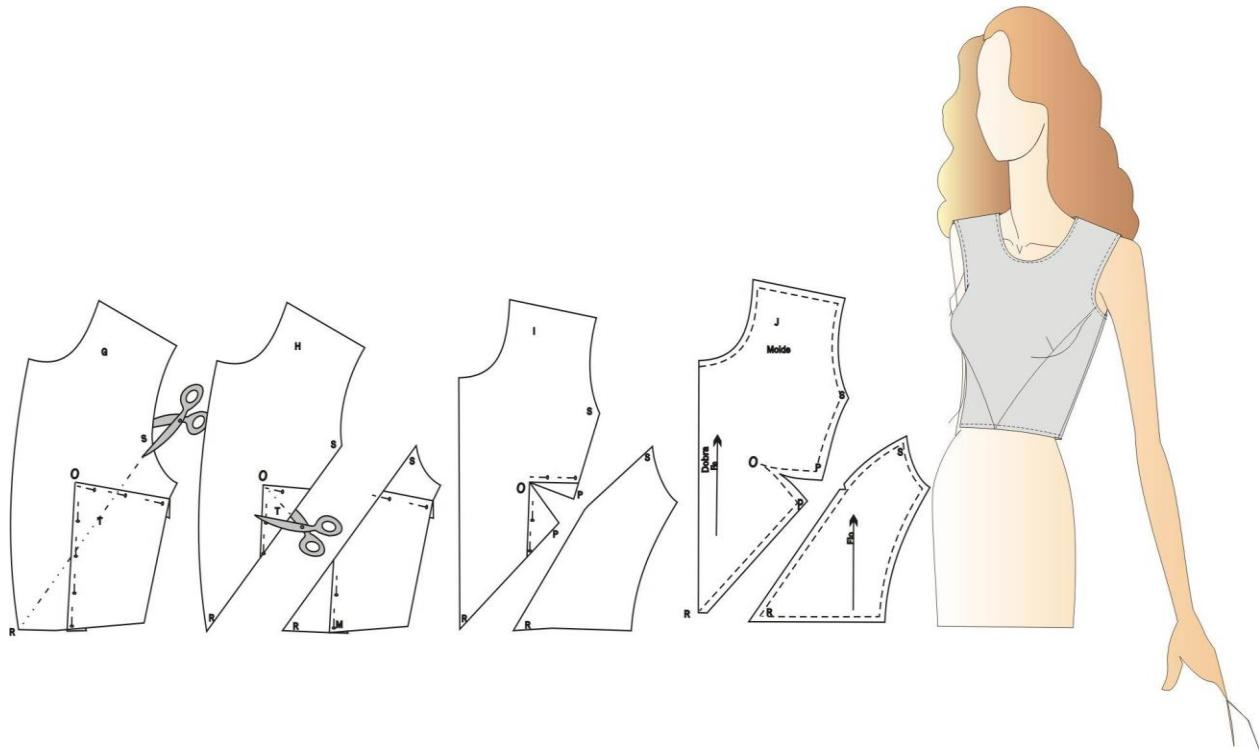

Figura 21 - Recorte em “V” Lateral.
11.2.4 – Ordem de Execução - Modelo N º 10 – Recorte em “V” Pela Lateral (FIGURA 21)